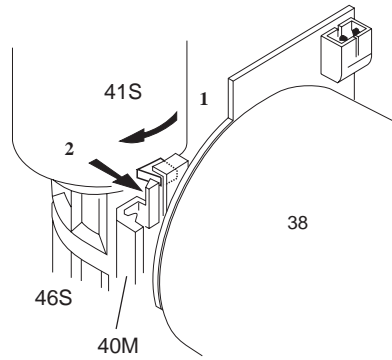

Fig. 17
- Feder der Andruckrolle aushaken und entfernen (Fig. 17).
- Führung (Pos. 41S) aus der Nut des Fädelmotorhalters (Pos. 40) aushaken und so weit im Uhrzeigersinn verdrehen, bis die Andruckrolle und die Führung (Pos. 41S) entriegelt und abgenommen werden können (Fig. 17).
- Unhook and remove the pressure roller spring (Fig. 17).
- Release the pressure roller guide (pos. 41S) from the guide in the threading motor holder (Pos. 40) and turn the pressure roller guide assembly clockwise until the pressure roller and the guide (Pos. 41S) can be released and removed (Fig. 17).